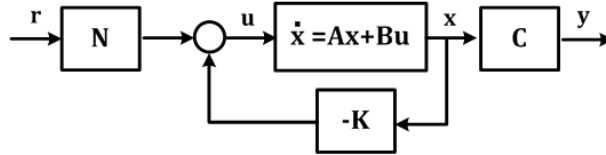

Figura 2: Schema bloc a sistemului de urmărire cu precompensare
Spre deosebire de alte metode de proiectare a reguletoarelor, sistemele de control cu reacție de la stare nu compară ieșirea cu referința, ci compară vectorul de stare înmulțit cu matricea de reacție $\mathbf{K}$ cu referința. Este de așteptat ca ieșirea să nu fie egală cu referința. În acest caz, referința se poate scala astfel încât ieșirea să fie egală cu referința în regim staționar (Figura 2).
1. Alegeți matricile $\mathbf{Q}$ și $\mathbf{R}$ de dimensiuni corespunzătoare, calculați matricea $\mathbf{K}$, calculați N din relația (6) și implementați sistemul de urmărire cu precompensare din Figura 2. Afișați pe același grafic referința și ieșirea sistemului. Observați și analizați rezultatele. Modificați matricile $\mathbf{Q}$ și $\mathbf{R}$ și încercați să obțineți un răspuns mai bun.